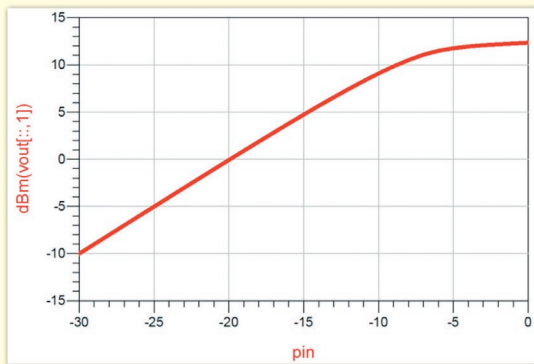

Рис. 39
- Gain = dBm(vout[:,1]) — pin (рис. 39);